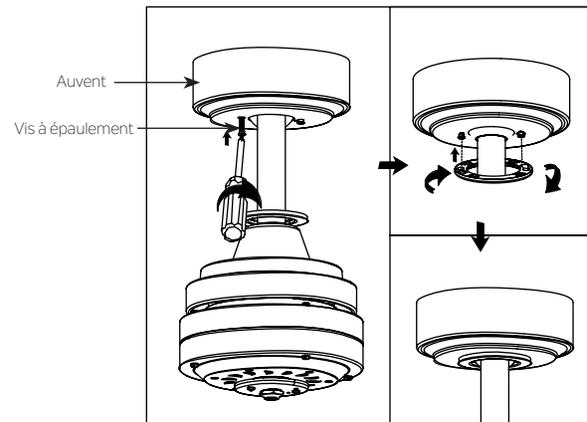

Fig. 16
Étape 2. Assemblez l'auvent en faisant tourner la fente de la clé dans l'auvent sur la vis à épaulement du support de montage. Réinstallez la vis à épaulement qui a été précédemment retirée, puis resserrez fermement les deux vis à épaulement (Fig.16).
Étape 3. Fixez et serrez fermement le couvercle du trou de l'auvent sur les vis à épaulement du support de montage en utilisant le dispositif de verrouillage rotatif à fente de clé. (Fig. 16)